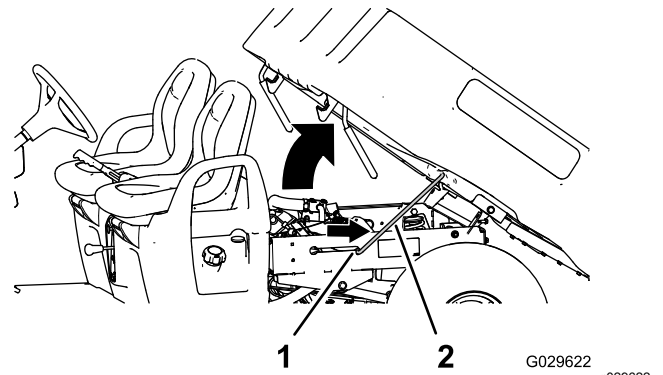

Figura 13
2. Estraete l'asta di supporto dalla fessura di arresto (Figura 13).
3. Abbassate il pianale fino a quando non si fissa saldamente in posizione (Figura 13).
2. Tirate l'asta di supporto inserendola nella fessura di arresto per fissare il pianale (Figura 13).